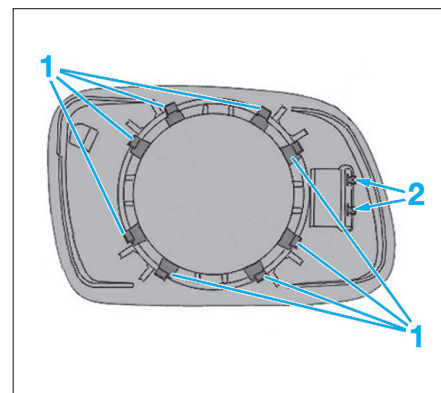

Fig. 81
- A l'aide d'un tournevis plat long et fin, déclipper en (1) (Fig.81) la glace.